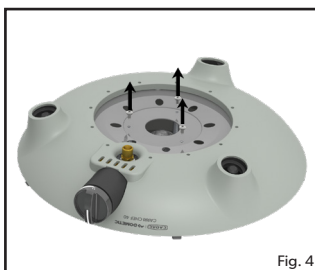
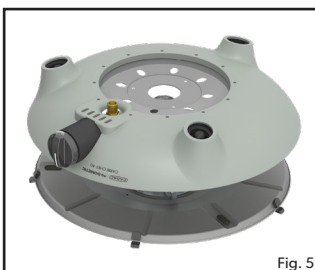
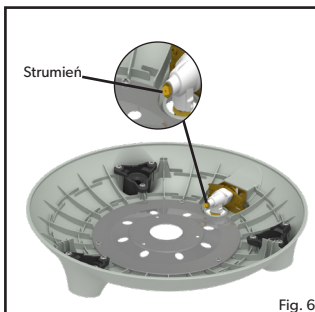

Fig. 4
Fig. 5
Fig. 6
- **Aby wymienić dyszę:** Usuń wszystkie luźne powierzchnie, jak również tackę i nożyki z urządzenia. Odwróć podstawę palnika i wykręć 3 śruby z dolnej pokrywy (rys. 4), aby oddzielić podstawę palnika od zespołu palnika (rys. 5). Odłącz przewód piezo, uważając, aby go nie uszkodzić i wyjmij zespół palnika z korpusu podstawy palnika, aby odsonić dyszę (rys. 6). Strumień można teraz usunąć za pomocą odpowiedniego klucza. Nie używaj szczypec, ponieważ może to uszkodzić strumień, czyniąc go bezużytecznym lub niemożliwym do usunięcia. Wkręć nową dyszę do zaworu. Nie dokręcaj zbyt mocno, ponieważ może to spowodować uszkodzenie urządzenia.